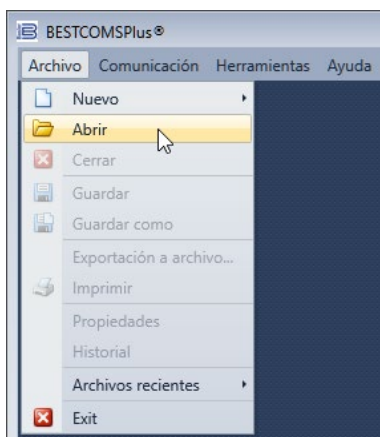

Figura 6-3. Abrir un archivo en BESTCOMSPlus
Paso 2. Seleccione Abrir y seleccione el archivo de configuración original como se muestra en Figura 6-3.